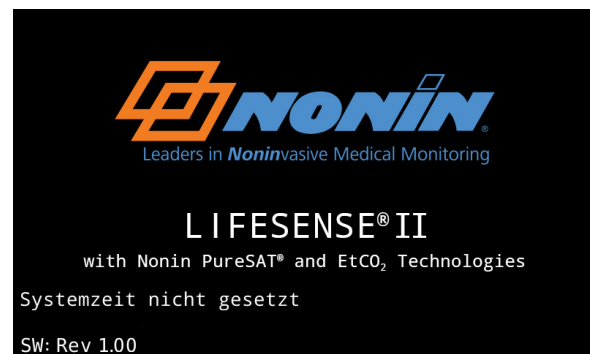

Abbildung 6. Startanzeige
4. Der Startbildschirm mit dem Nonin-Logo (Abbildung 6) wird mit dem Namen des Monitors angezeigt. In der unteren linken Ecke wird die Softwareversion des Monitors angezeigt.